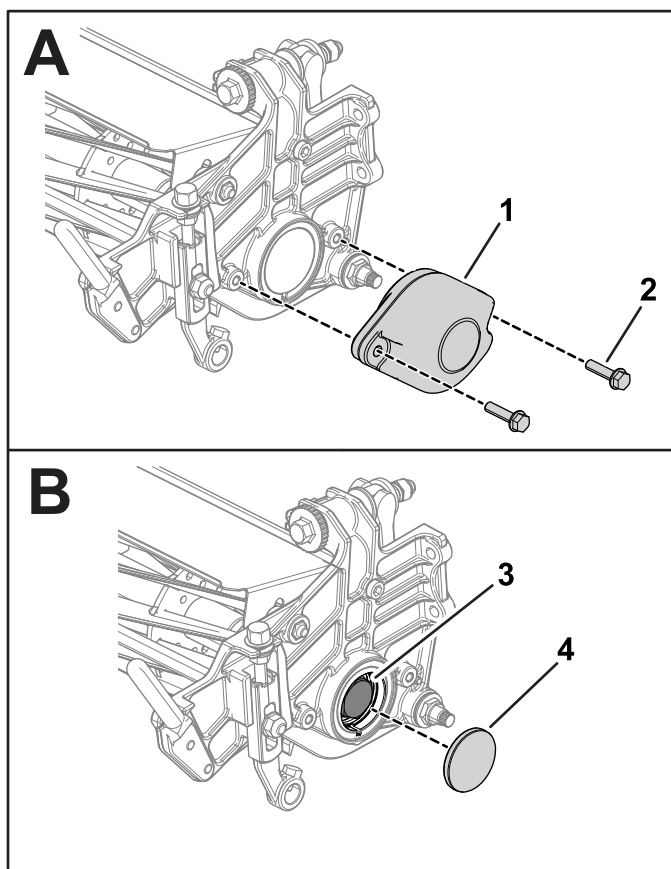

Figura 3
3. Demontați uruburile de reglare pentru înălțimea de tăiere și uruburile de montare a rolei de pe brațele pentru înălțimea de tăiere (Figura 3).
4. Demontați cele 2 uruburi (5/16 x 2 1/4") de la cele 2 piulițe (menținute captive pe placa laterală) care fixează contragreutatea pe placa laterală a unității de tăiere. Scoateți contragreutatea (Figura 3).
- Demontați capacul și expuneți piulia pentru rulment (Figura 3).
- Demontați piulia pentru rulment de pe axul cilindrului (Figura 3).